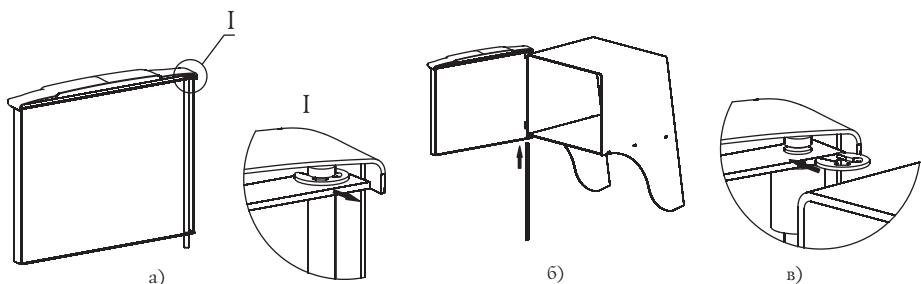

Рисунок 6. Установка дверцы при монтаже печи «Тунгуска 2011»
- Извлеките ось из дверцы, предварительно сняв упорную быстросъемную шайбу, рисунок 6.а;
- Вставьте ось через отверстия снизу вверх, с расположением канавки под шайбу в верхней части оси, рисунок 6.б;